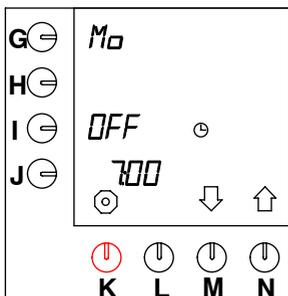

Fig. 44 Preriscaldamento del contenitore
- Sullo schermo viene visualizzato **OFF** nella posizione accanto ai tasti di programmazione (I.) e due contenitore (vedere fig. 44 ).